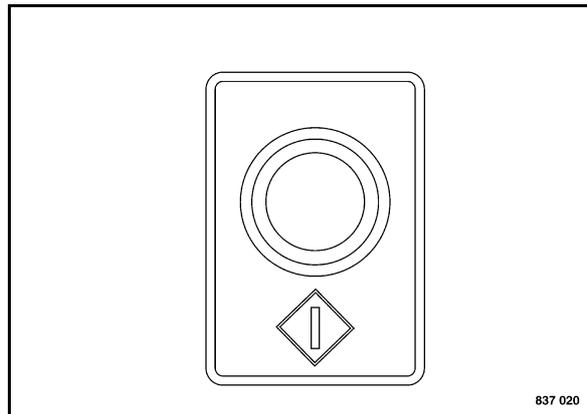

Fig. 71
- Attivare l'idraulica (Fig. 71).